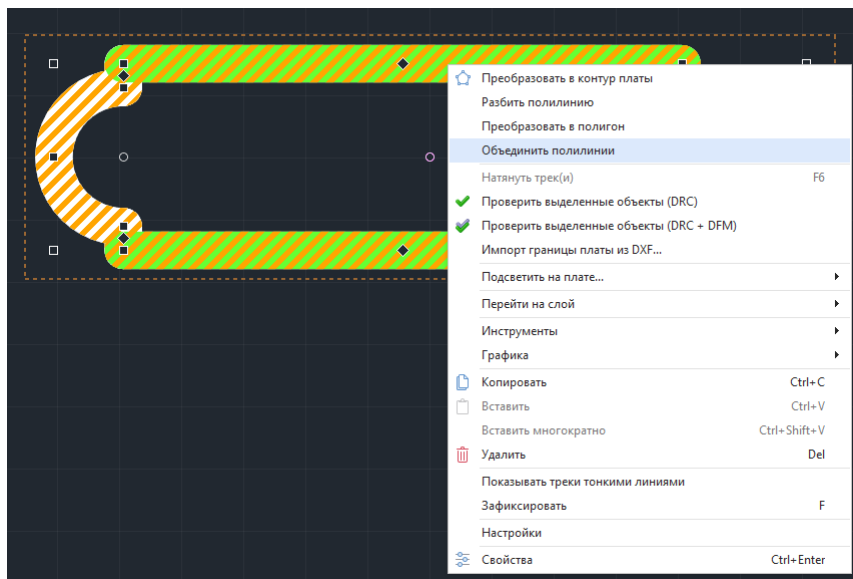

Рис. 80 Объединение полилиний
6. Если для построения контура платы осуществлялось несколько сеансов работы, то объединить все полилинии инструмента из контекстного меню «Объединить полилинии», см. Рис. 80.